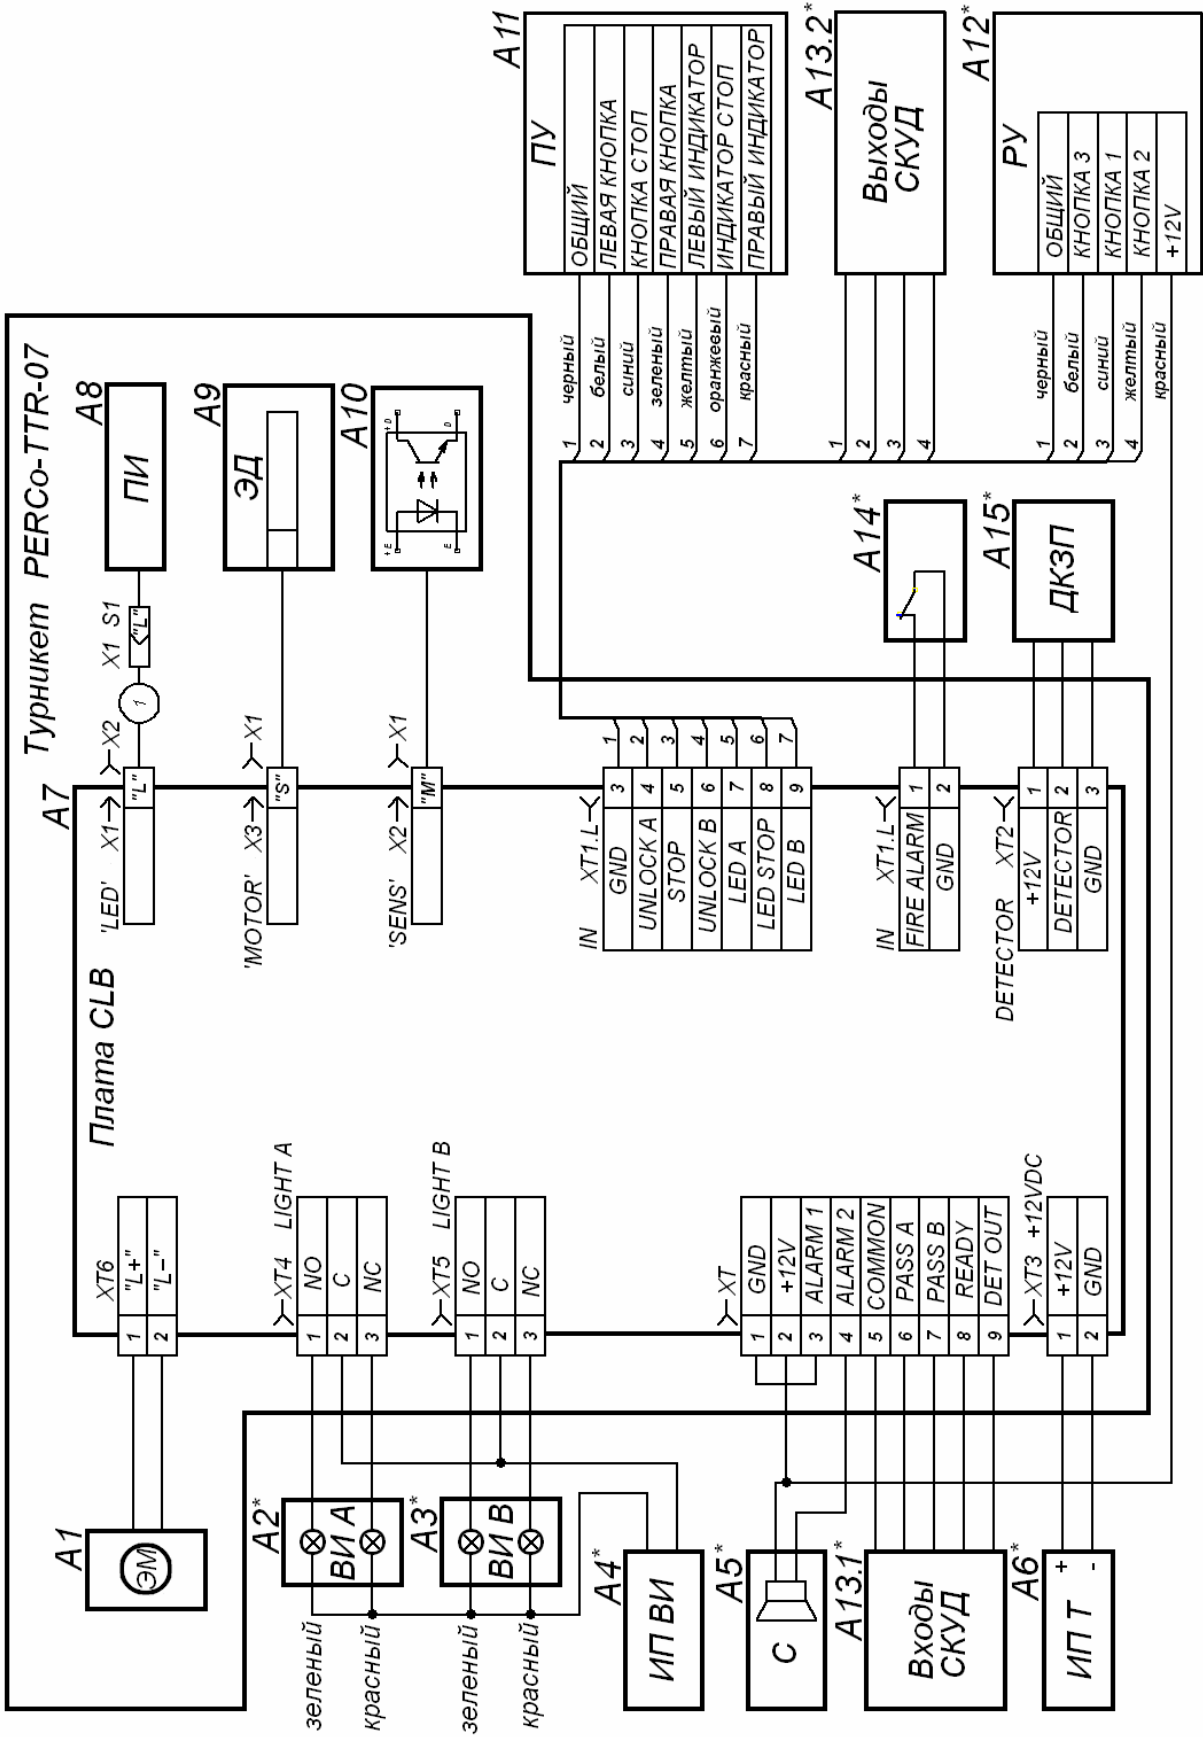

Рисунок 3 Схема электрическая соединений турникета PERCo TTR-07.1 (перечень элементов см. в таблице 1)
5.2.3 Пульт управления / устройство радиоуправления / контроллер СКУД (11), устройство аварийного открытия прохода, блок индикации, механизм управления и источник питания турникета (7) подключаются к плате CLB кабелями в соответствии со схемой электрической соединений (см. рисунок 3).